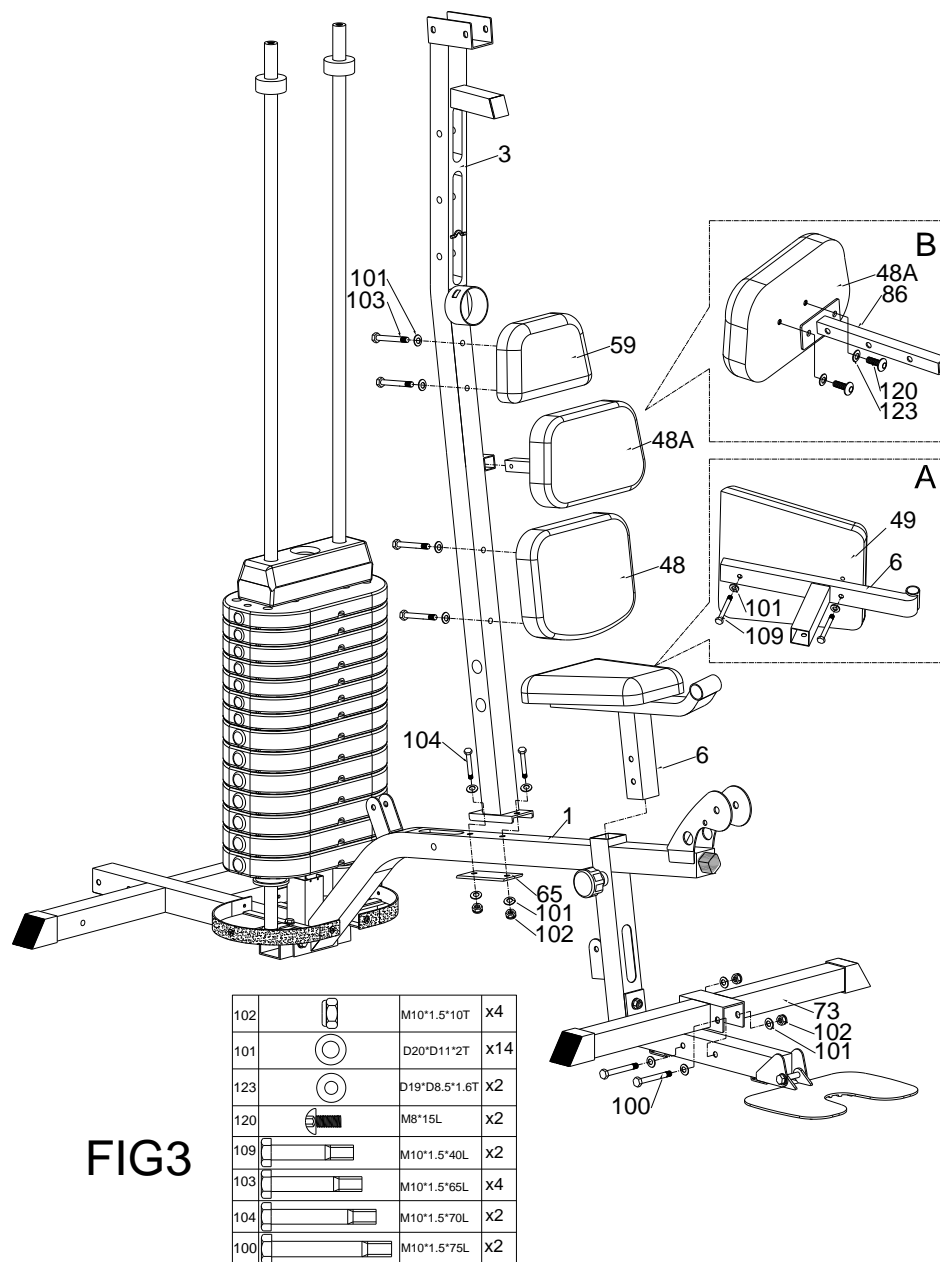
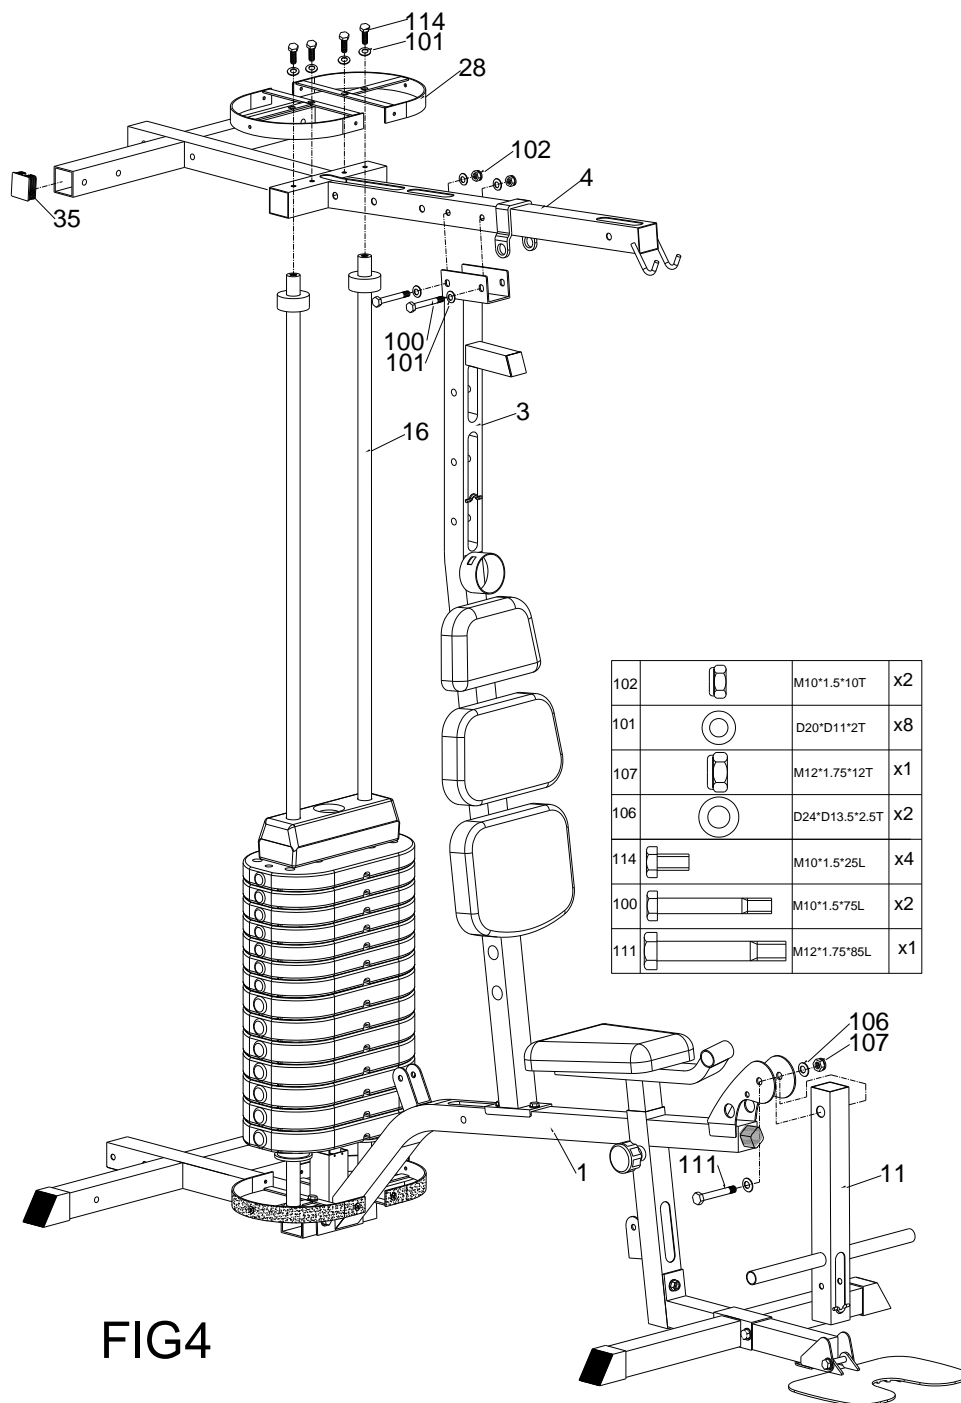

FIG3
FIG4
- 3) Připevněte plochou kladku (57) do předního vertikálního podstavce (3) pomocí pouzdra (60), šroubu (103) a nylonové matice (102) podle obrázku FIG3.
- 4) Připevněte vysokou kladku (56) do jednoduché kladkové podpěry (20) pomocí kladkové směrnice (41), plastového kroužku kladky (42), ploché podložky (101) a nylonové matice (102) podle obrázku FIG4.
- 5) Připevněte kabel (III) (50) jak ukazují šipky. Připevněte konec se smyčkou kabelu (III) (50) do jednoduché kladkové podpěry (20) pomocí ploché podložky (101), nylonové matice (102) a šroubu (114).
- 6) Připojte horní tahací páku (12) do nejvyššího rámu (4) pomocí háku (25).
- 3) Připevněte vysokou kladku (56) do hlavního rámu (1) pomocí kladkové směrnice (41), plastového kroužku kladky (42), ploché podložky (101), šroubu (112) a nylonové matice (102) podle obrázku FIG3.
- 4) Připevněte kabel (II) (52) jak ukazují šipky. Spojte kabel (52) s kabelem (51) pomocí háku (25) a řetězu (26).
- 5) Připevněte plochou kladku (57) do nožní prodlužovací trubky (11) pomocí pouzdra (60), šroubu (103) a nylonové matice (102) podle obrázku FIG4.
- 4) Spojte horní kabelový počítač (67) se středním kabelovým počítačem (68) podle obrázku FIG3.
- 5) Spojte horní kabelový počítač (67) se spodním kabelovým počítačem (69) podle obrázku FIG4.